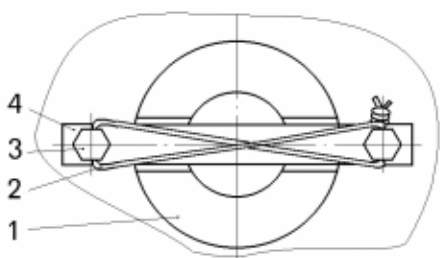

Рисунок 7.11 – Стопорение оси сателлита второго ряда:
- запрессовать оси сателлитов 32, предварительно смазав консистентной смазкой сопрягаемые отверстия корпуса, поверхности осей и подшипников, установить стопорные пластины 37 осей сателлитов и закрепить их к корпусу болтами 36, застопорив болты 3 (рисунок 7.11) шплинт-проволокой 2. Сателлиты должны свободно проворачиваться на подшипниках. Проворачивание внутренних колец подшипников на осях не допускается.